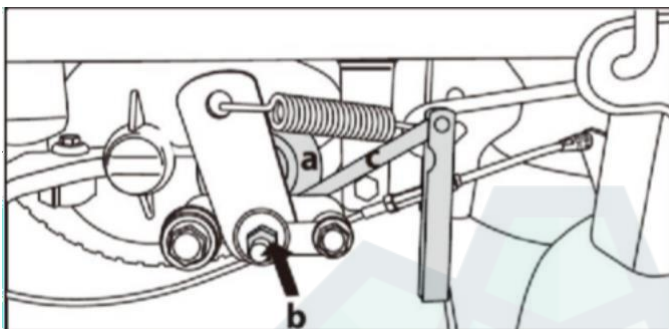

Рис. 31
2. Покачивая тормозной диск (а) вперед и назад, медленно затяните гайку (b) до тех пор, пока он не станет неподвижным. (Рис. 31)